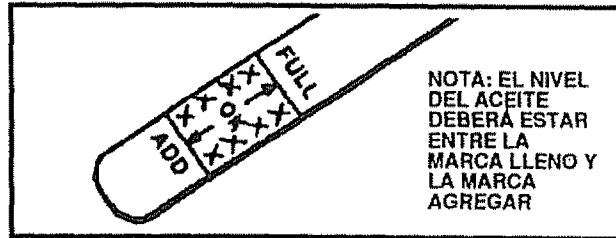

FIG. 19
Inspeccione el nivel de aceite en el cárter (vea la Fig. 19) antes de encender el motor y después de cinco (5) horas de uso continuo. Agregue aceite de motor S.A.E. 5W30 según se requiera. Ajuste la tapa/varilla de medición cada vez que verifique el nivel de aceite. En zonas donde la temperatura baja a $-6,7^{\circ}\text{C}$ (20°F) o menos, puede usar aceite S.A.E. 5W30 para facilitar el arranque del motor.